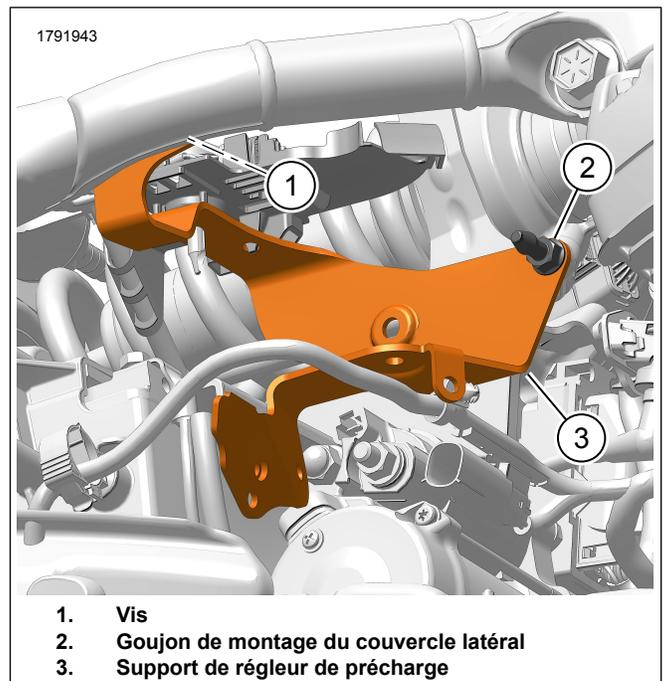

Figure 6. Support SANS module ABS
- f. Poser les serre-câbles (3).
- g. Connecter le connecteur ABS (4).
- a. Voir la figure 6. Installer un **nouveau** support (3).
- b. Poser la vis (1). Serrer.